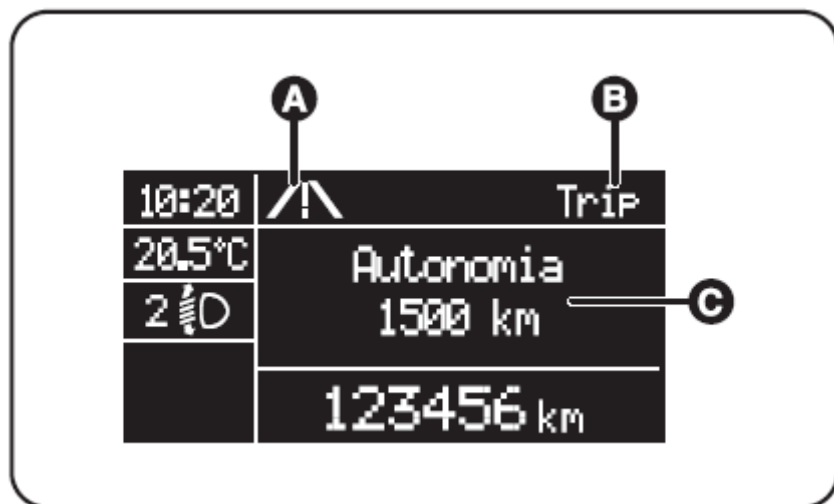

Рис. 10
- анимационная иконка в верхней части (А –рис. 10);